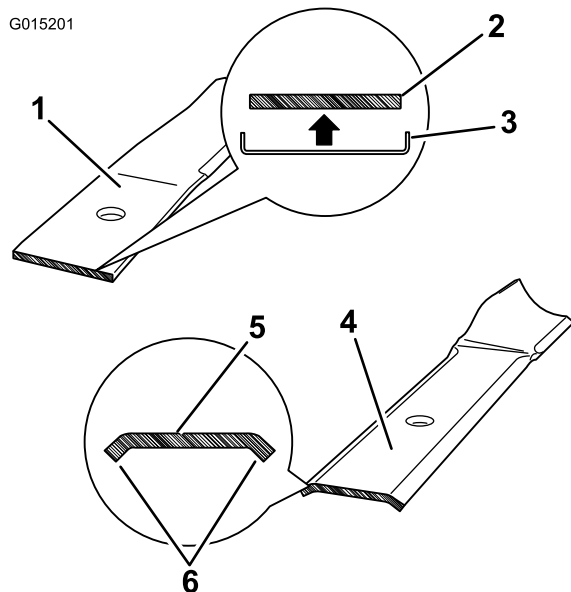

Figur 1
**Merk:** Hvis knivene har en knivoppstrammer som vist i Figur 1, **ikke** bruk knivoppstrammeren når du monterer de nye knivene.
3. Hold knivenden ved hjelp av en fille eller en tykk hanske. Fjern knivbolten, bueskiven, knivoppstrammeren (kun bestemte modeller) og kniven fra spindelakselen (Figur 1).
**Merk:** Ikke monter en knivoppstrammer. Disse knivene krever ikke brakett for knivoppstrammer (Figur 1).